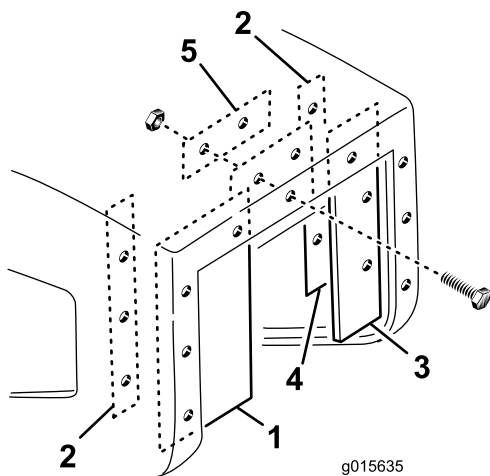

図 22
1. ホッパーの開口部の内側左のリップにシールド幅広を固定する長い当て板、ねじ#3 x 13本とフランジナット #103個を使用して図 22のように取り付ける。
2. ホッパーの開口部の内側左のリップにシールド細を固定する長い当て板、ねじ#10 x 1インチ3本とフランジナット #103個を使用して図 22のように取り付ける。
3. ホッパーの開口部の内側左のリップにシールド細を固定する長い当て板、ねじ#10 x 1インチ2本とフランジナット #102個を使用して図 22のように取り付ける。